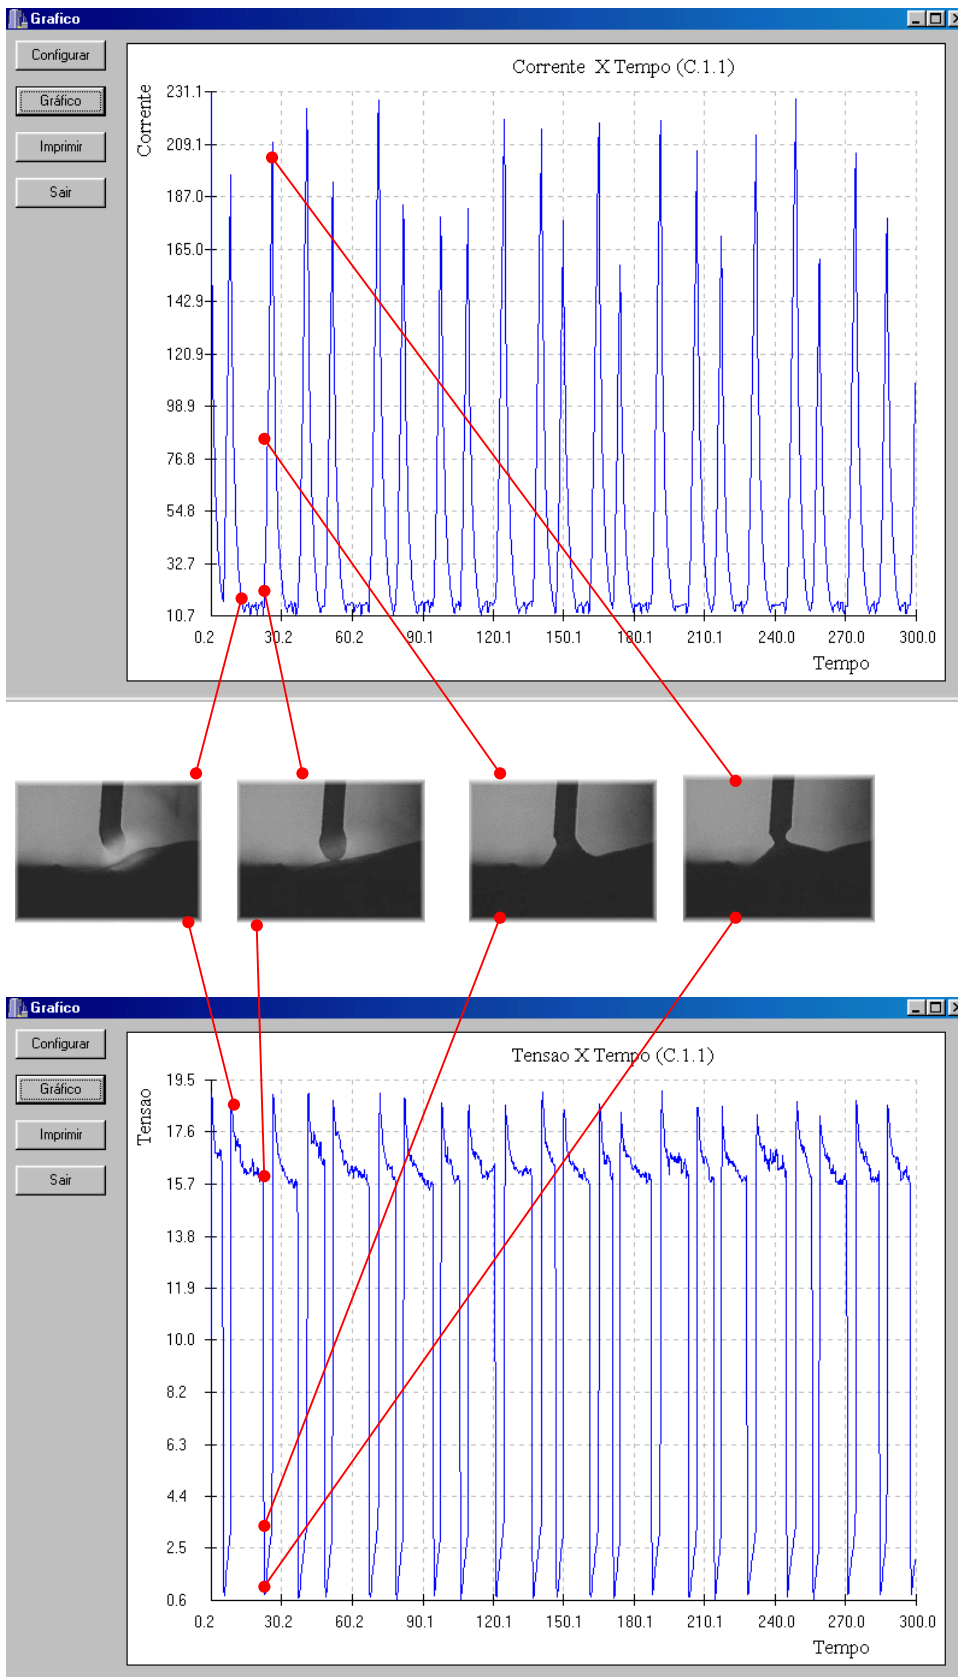
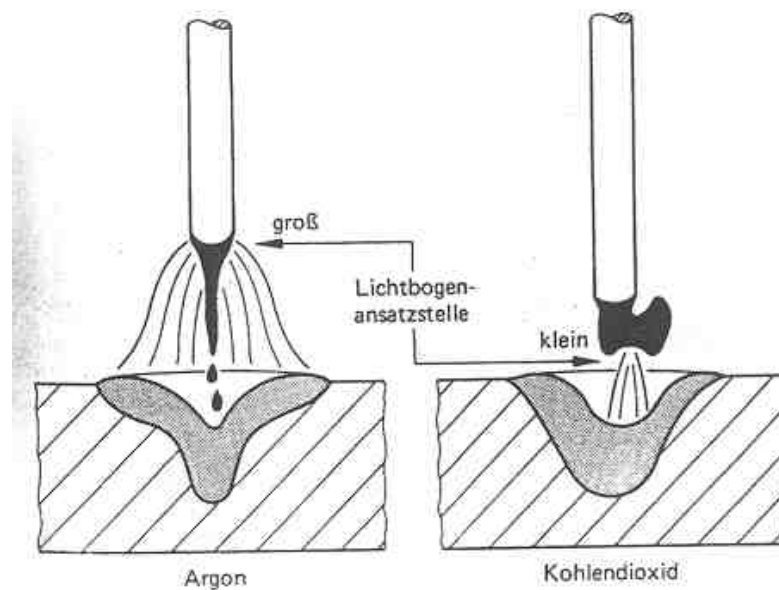
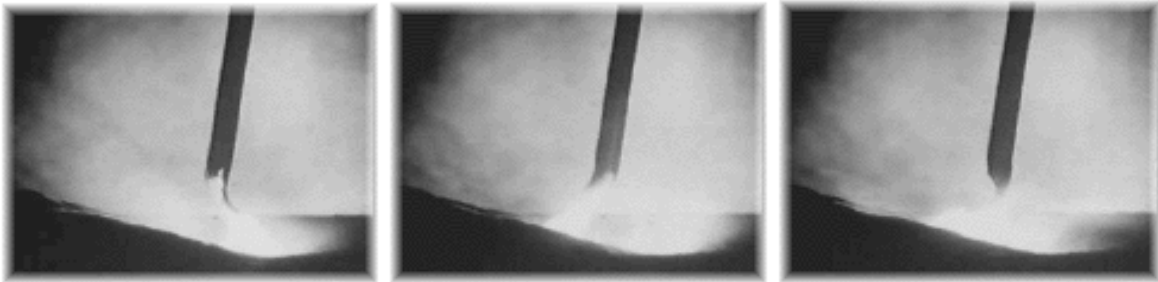

Figura 7 : Oscilogramas tensão x tempo e corrente x tempo no modo de transferência por curto circuito.
Figura 12 : Transferência metálica por pulverização com ponta do arame inserido no arco para elevada tensão e gás de proteção Ar.
Figura 13 : Sequência de fotos da transferência metálica rotacional.
Começamos respondendo a primeira : **Como a regulagem da máquina afeta a estabilidade deste sistema ?** Sabemos que a máquina de solda do processo MIG/MAG é de tensão constante, o que significa dizer que iremos regular a tensão de soldagem. Quando regulamos uma tensão na máquina selecionamos uma curva, dentro das várias possíveis da chamada característica estática da fonte de soldagem (figura 7 da aula anterior). Considerando que o sistema da figura 3 está estável, existe um ponto de funcionamento estabelecido, conforme mostrado na figura 13 da aula anterior. Para facilitar o entendimento, vamos representar num diagrama Tensão (V) x Velocidade do arame (V_{AR}) ou Corrente, o ponto de funcionamento, conforme mostrado na figura 4. O ponto deverá estar localizado no encontro da curva característica estática da fonte selecionada (V_1) com a devida velocidade do arame (V_{AR}), o que ocasiona um arco elétrico de altura h_1 . Denominemos este ponto de P_1 .
Analisando a seqüência de fotos mostrados na figura 6, como ficaria a variação do par tensão e corrente ao longo do tempo ? Façamos uma análise quadro a quadro, a partir do momento em que o arco reabriu e se iniciou a formação da gota. Neste momento, a tensão alcança seu valor máximo, pois o arco também está na sua maior altura. A medida que a gota cresce, a altura do arco vai diminuindo, provocando uma redução gradativa na tensão. Quando a gota encosta na poça de fusão, a tensão cai instantaneamente, pois o arco deixa de existir. Neste exato momento a corrente sobe abruptamente, pois a extinção do arco faz com que a resistência a passagem de corrente seja minimizada. Quando a gota termina de se transferir, a tensão volta a subir ao seu valor máximo devido a nova abertura ocasionar um arco de altura máxima e a corrente cai a seu valor mínimo pois o arco passa a apresentar a maior resistência à passagem da corrente. Um oscilograma real é mostrado na figura 7, com as fotos da figura 6 indicadas no momento em que as mesmas ocorrem.
Nota-se que a gota formada fica contida dentro do arco elétrico, o que evita a sua interrupção. Observe ainda que a ponta do arame fica afinada. Ocorre que a mesma se encontra parcialmente fundida e, devido a atuação da força eletromagnética ela se deforma adquirindo este formato. Quando a tensão do arco é muito elevada e/ou se trabalha com gás de proteção que possibilita arco longo (por exemplo – Argônio), o arco se sobrepõe a este afinamento, conforme mostrado na figura 12. Para elevadíssimas tensões e correntes, o metal fundido passa a rotacionar em torno do eixo do arame, conforme mostrado na figura 13.